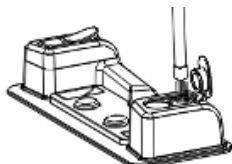

Fig. 6
2. Cargue agua. Puede usarse desinfectante puro sin aditivos ni aromatizantes (Fig. 6).